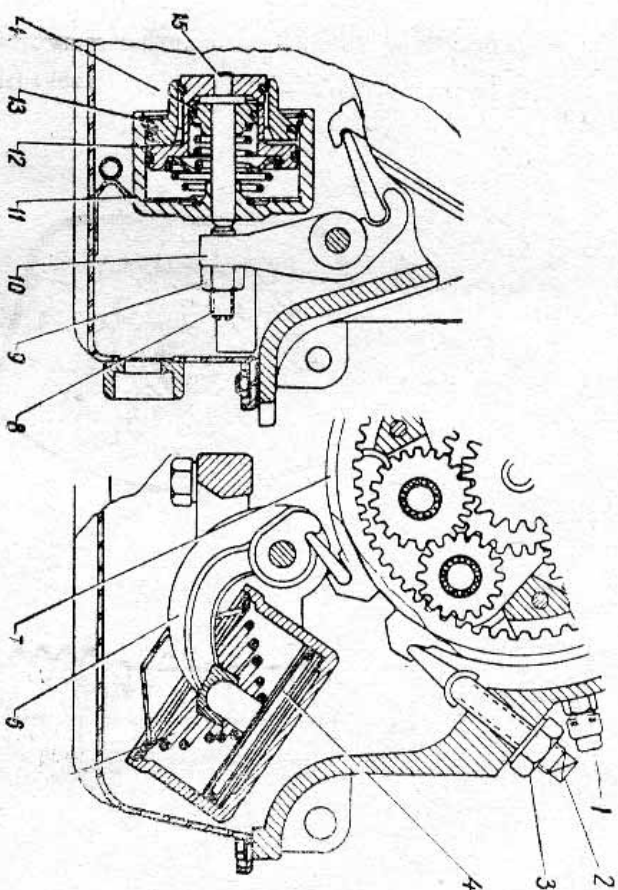

Рис. 44. Тормоза планетарной передачи.
**Регулировку заднего тормоза** (первой передат и заднего хода) производите без разборки коробки в следующем порядке. Отпустите контргайку 3 (рис. 44 справа) регулировочного винта, расположенного на правой стороне картера коробки. Затяните регулировочный винт 2 с моментом 2,3 кгм и отпустите его на  $1\frac{1}{4}$  оборота. Удерживая винт ключом, затяните контргайку.
**Регулировку переднего тормоза** (второй передат) производите после слива масла из коробки и снятия поддона в следующем порядке. Отпустите контргайку 9 (рис. 44 слева) регулировочного винта 8. Установите между штоком 13 поршня и винтом 8 плоскую плитку толщиной 4 мм и затяните винт 8 с моментом 0,2 кгм (обычной отверткой до отказа). Отпустите винт на один оборот и уберите плитку. Затяните контргайку, удерживая регулировочный винт от проворачивания.